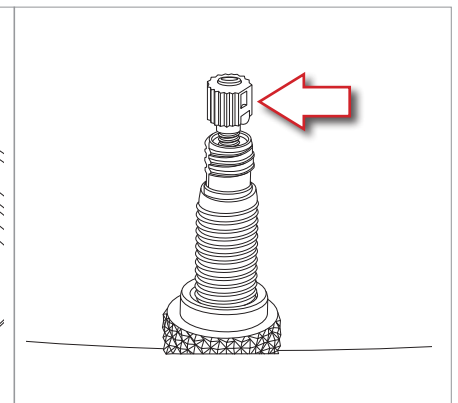

Fig.16
- Verificate che la valvola sia in posizione totalmente aperta (Fig. 16).